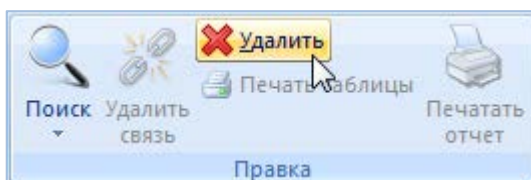

Рис. 9-77 – Панель «Правка»
- 3) Нажать кнопку «Удалить» панели «Правка» (рис. 9-77).